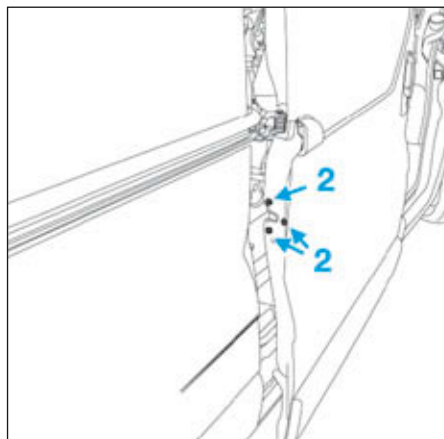

FIG.110
- les vis (2) de serrure de porte latérale coulissante (Fig.110),